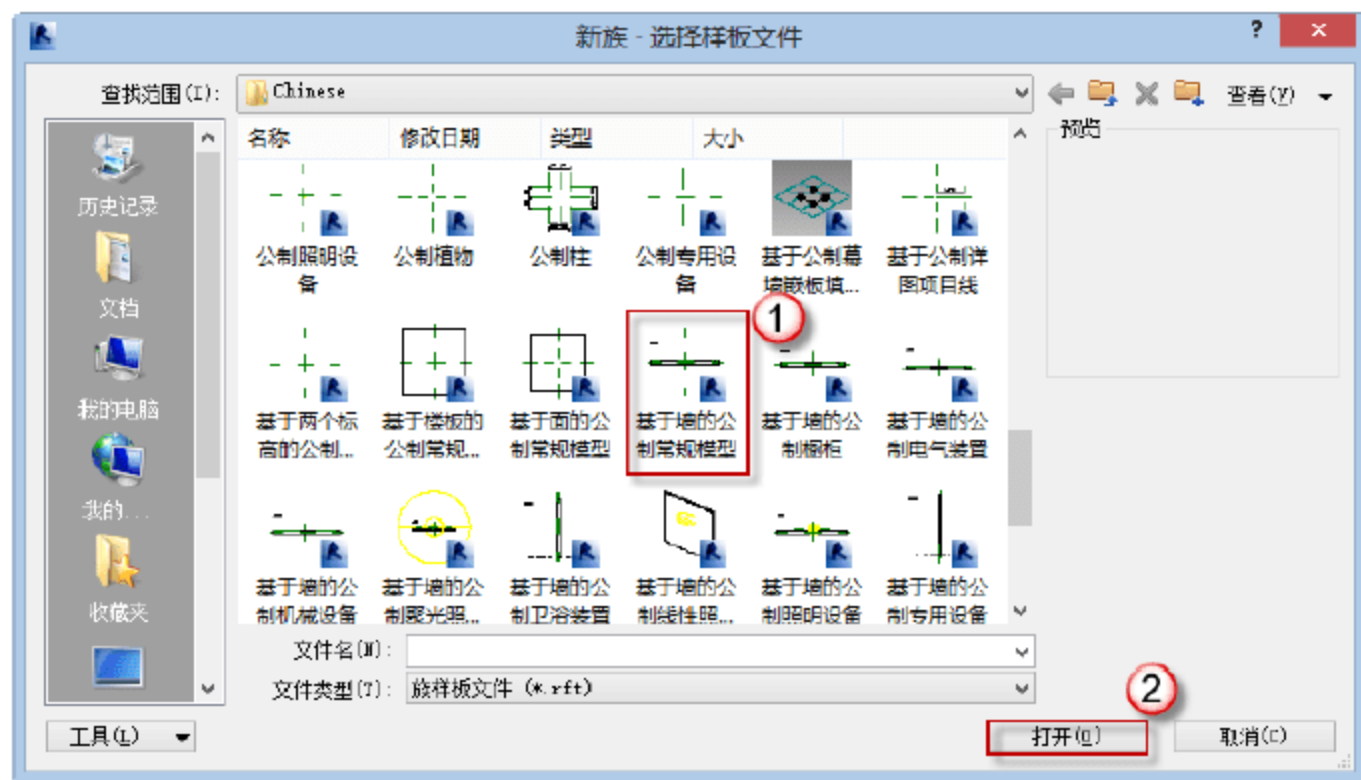

图 8.1.15 打开建雨蓬的族样板
(1) 选择“应用程序”→“新建”→“族”命令，在弹出的文件夹对话框中选择“基于墙的公制常规模型.rfa”的族文件，单击“打开”按钮，如图 8.1.15 所示。